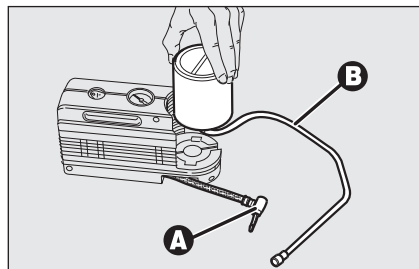

fig. 23
- ☐ disinserire l'innesto **A**-fig. 23 e scollegare il tubo **B**;